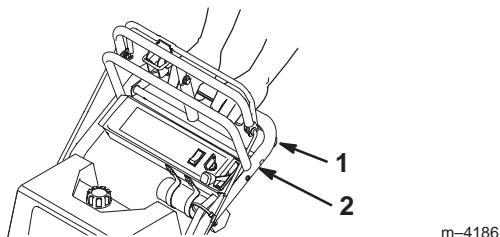

Figure 19
4. Engagez la barre de commande inférieure et soulevez la poignée simultanément (Figures 19 et 20).